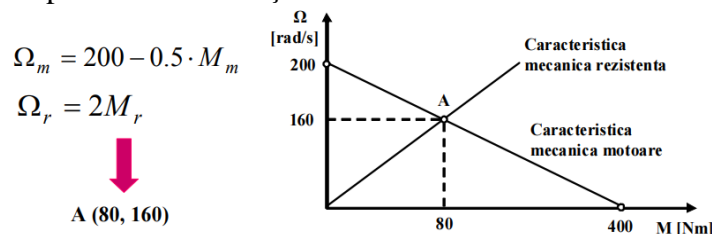

Fig.2
- Intr-un sistem de axe (M, Ω) putem reprezenta atât caracteristica mecanică motoare cât și caracteristica mecanică statică. Pe baza celor două se poate determina punctul caracteristic de funcționare și se poate analiza stabilitatea funcționării sistemului. Un exemplu edificator este prezentat în fig.2: ecuațiile, reprezentarea grafică și coordonatele punctului de funcționare